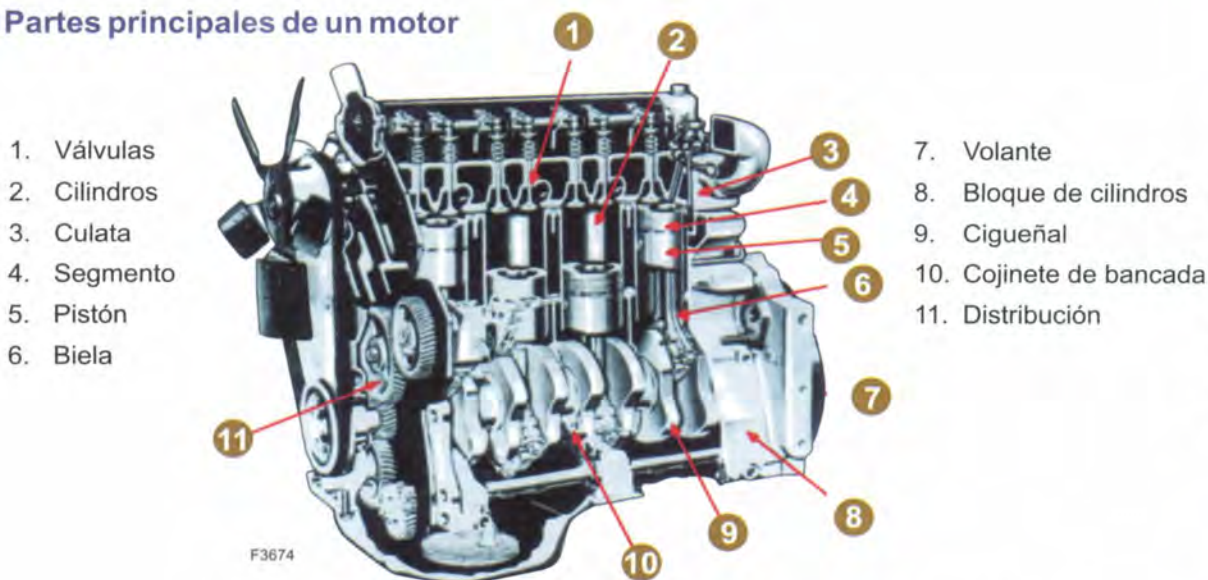

Fig. 29. Componentes básicos de un motor de combustión interna.
10.3. Descripción de componentes del motor (Fig. 29)